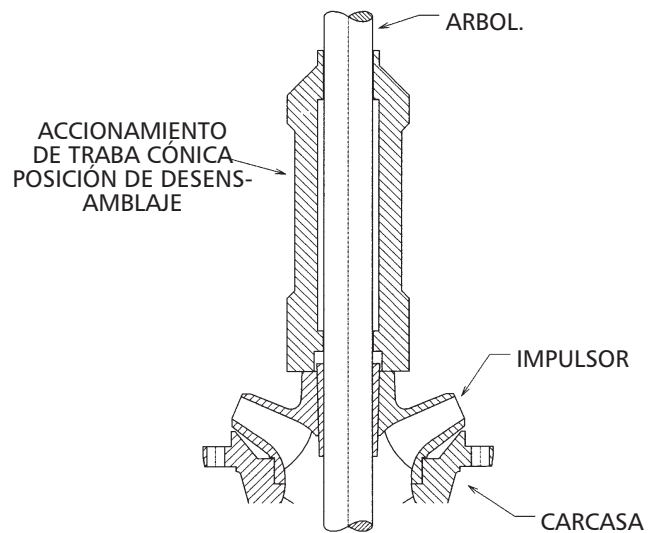

Figura 12
3. Extraiga el árbol todo lo que pueda y golpee el núcleo del impulsor junto al accionamiento de traba cónica o corredera equivalente junto al árbol de la bomba para sacar al impulsor de la traba cónica (Vea la figura 12).